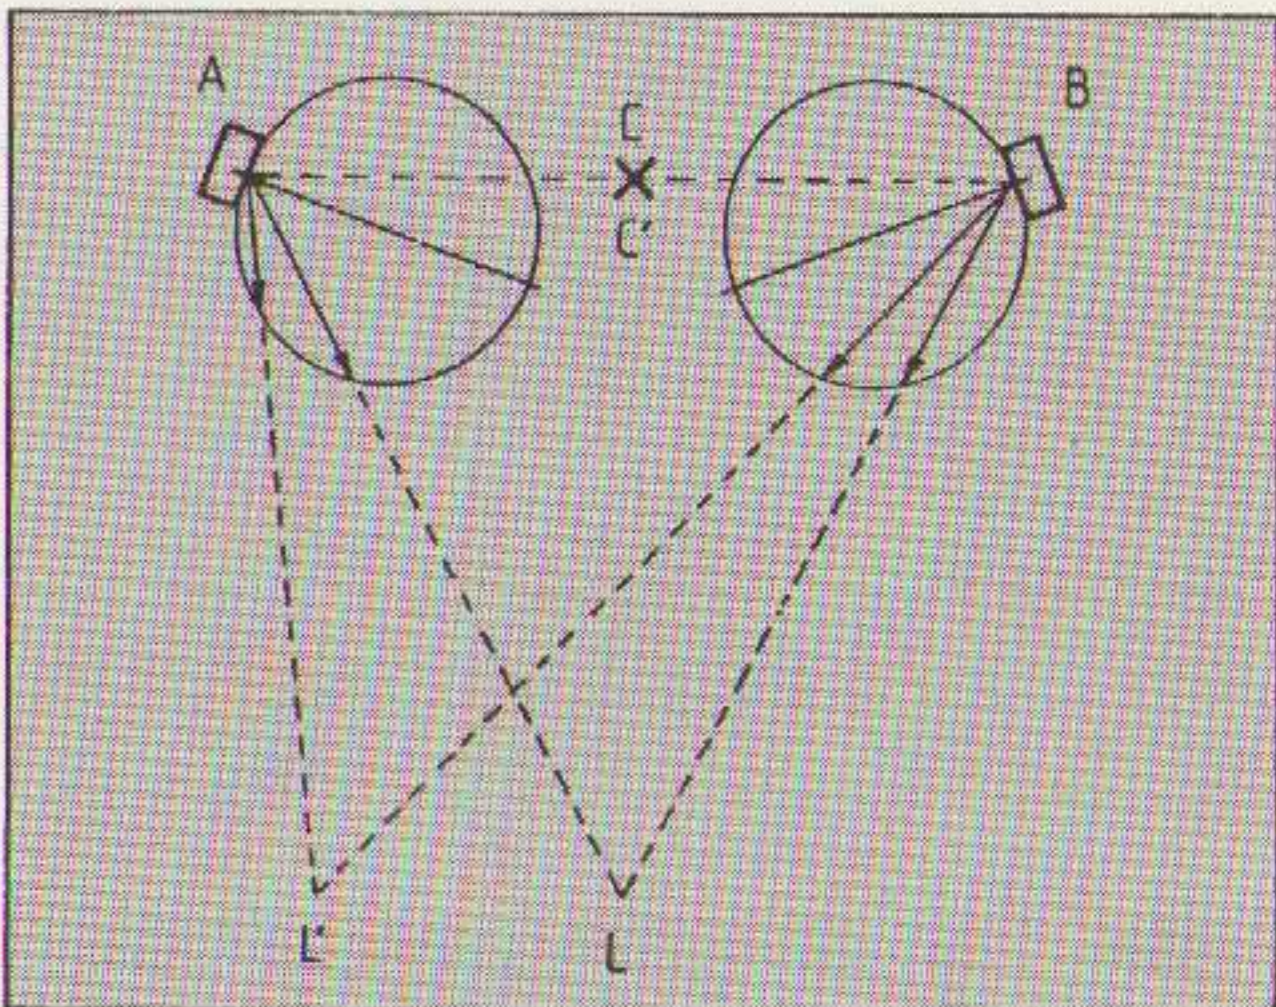

Fig. 21 Lokalisatie bij optimale richtkarakteristiek
G. Slot heeft in het boekje "Geluidskwaliteit", dat in 1963 verscheen, voorgesteld luidsprekers met een enkelzijdig cirkelvormige richtkarakteristiek te gebruiken (fig.21).